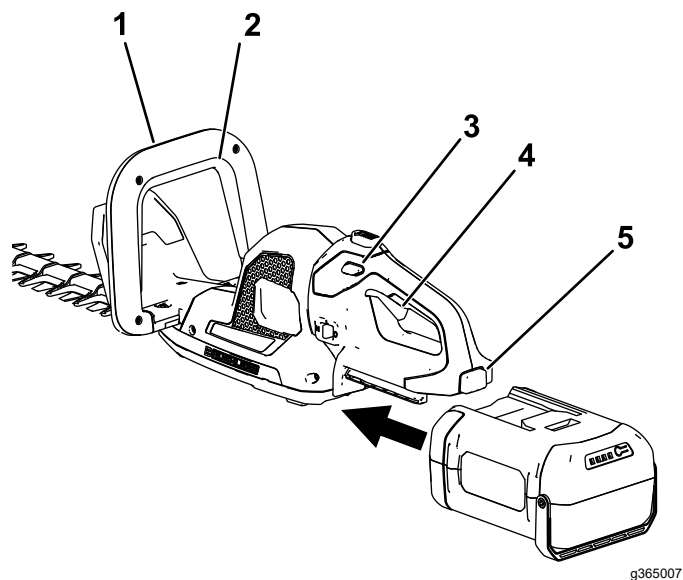

Bild 6
3. Fluchten Sie das Loch im Akkupack mit der Zunge im Holmgehäuse aus, fassen Sie den Holm an und drücken Sie das Akkupack in den Holm, bis der Riegel einrastet (**Bild 6**).
4. Fassen Sie den hinteren Griff mit einer Hand an. Fassen Sie den vorderen Griff mit der anderen Hand an (**Bild 6**).
5. Drücken Sie den Sperrschalter und drücken Sie dann den Auslöser und aktivieren Sie gleichzeitig den Sicherheitsschalter, um die Heckenschere einzuschalten (**Bild 6**).
Solange der Sicherheitsschalter aktiviert ist und Sie den Auslöser drücken, bleibt die Heckenschere eingeschaltet. Sie können den Sperrschalter loslassen, wenn die Heckenschere läuft (**Bild 6**).
Lassen Sie den Auslöser oder den Schutzschalter am Griff los, um die Heckenschere abzustellen (Bild 6). Warten Sie fünf Minuten, bis sich das Schnittmesser nicht mehr bewegt.